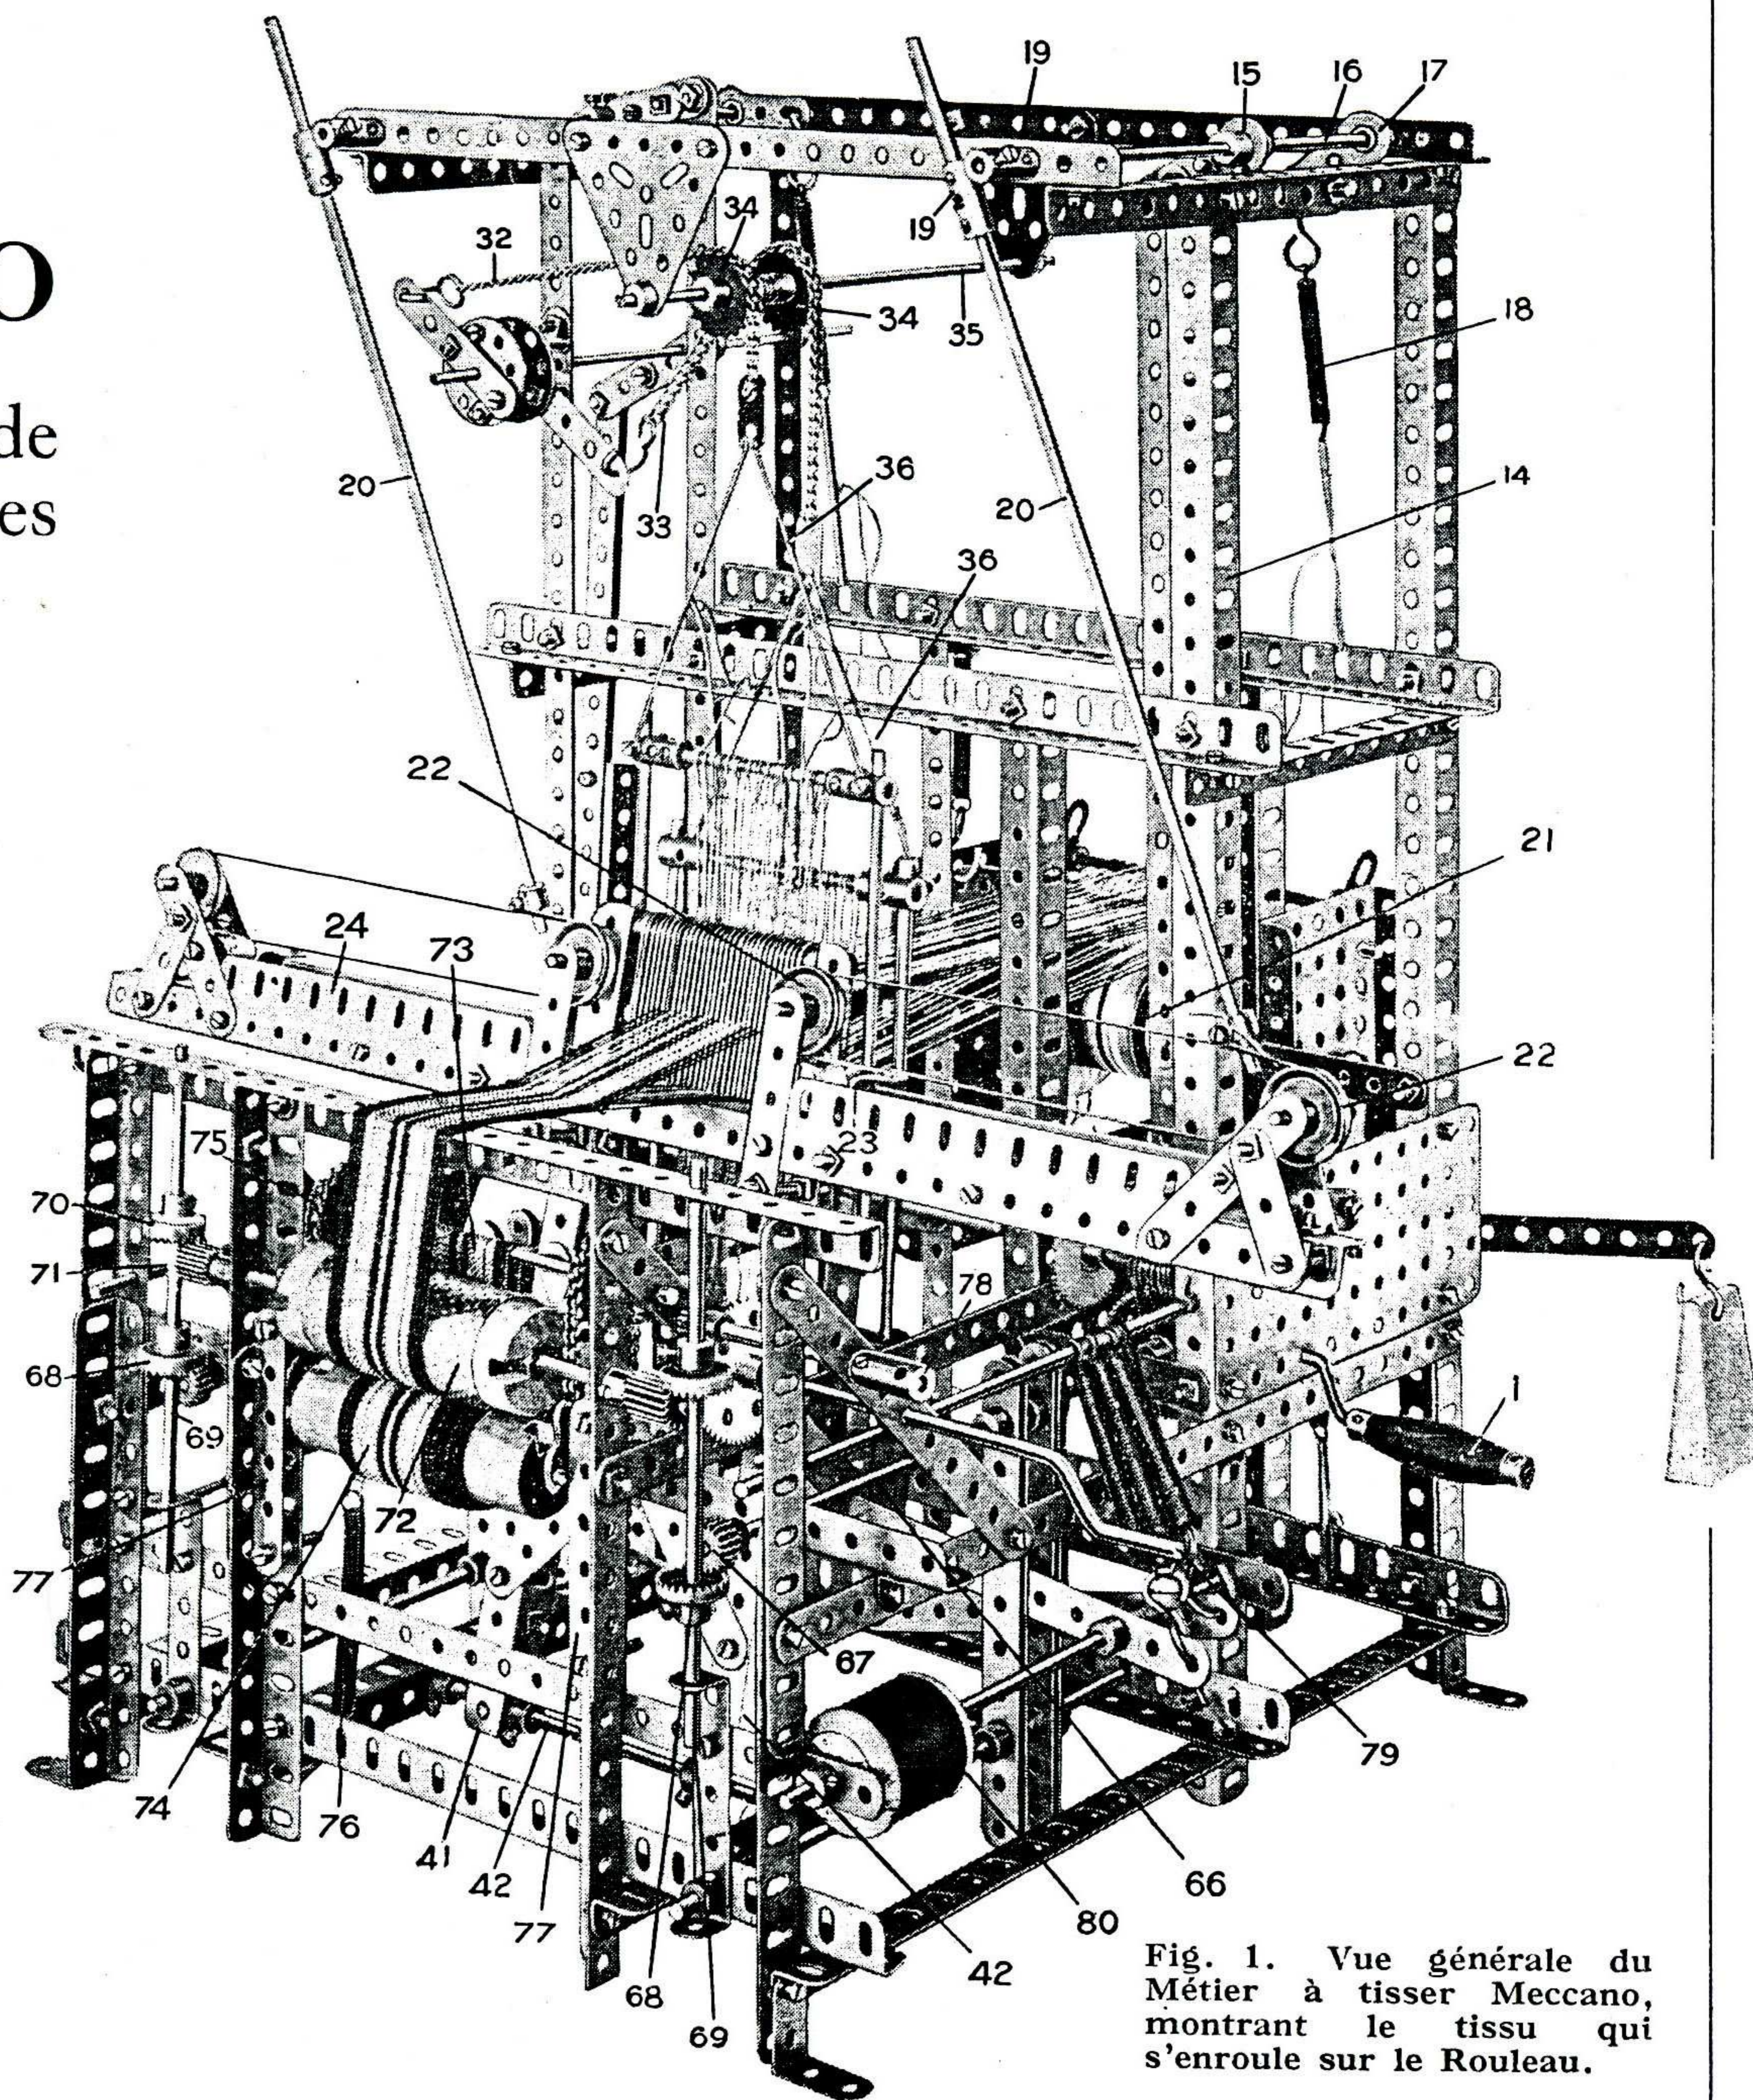
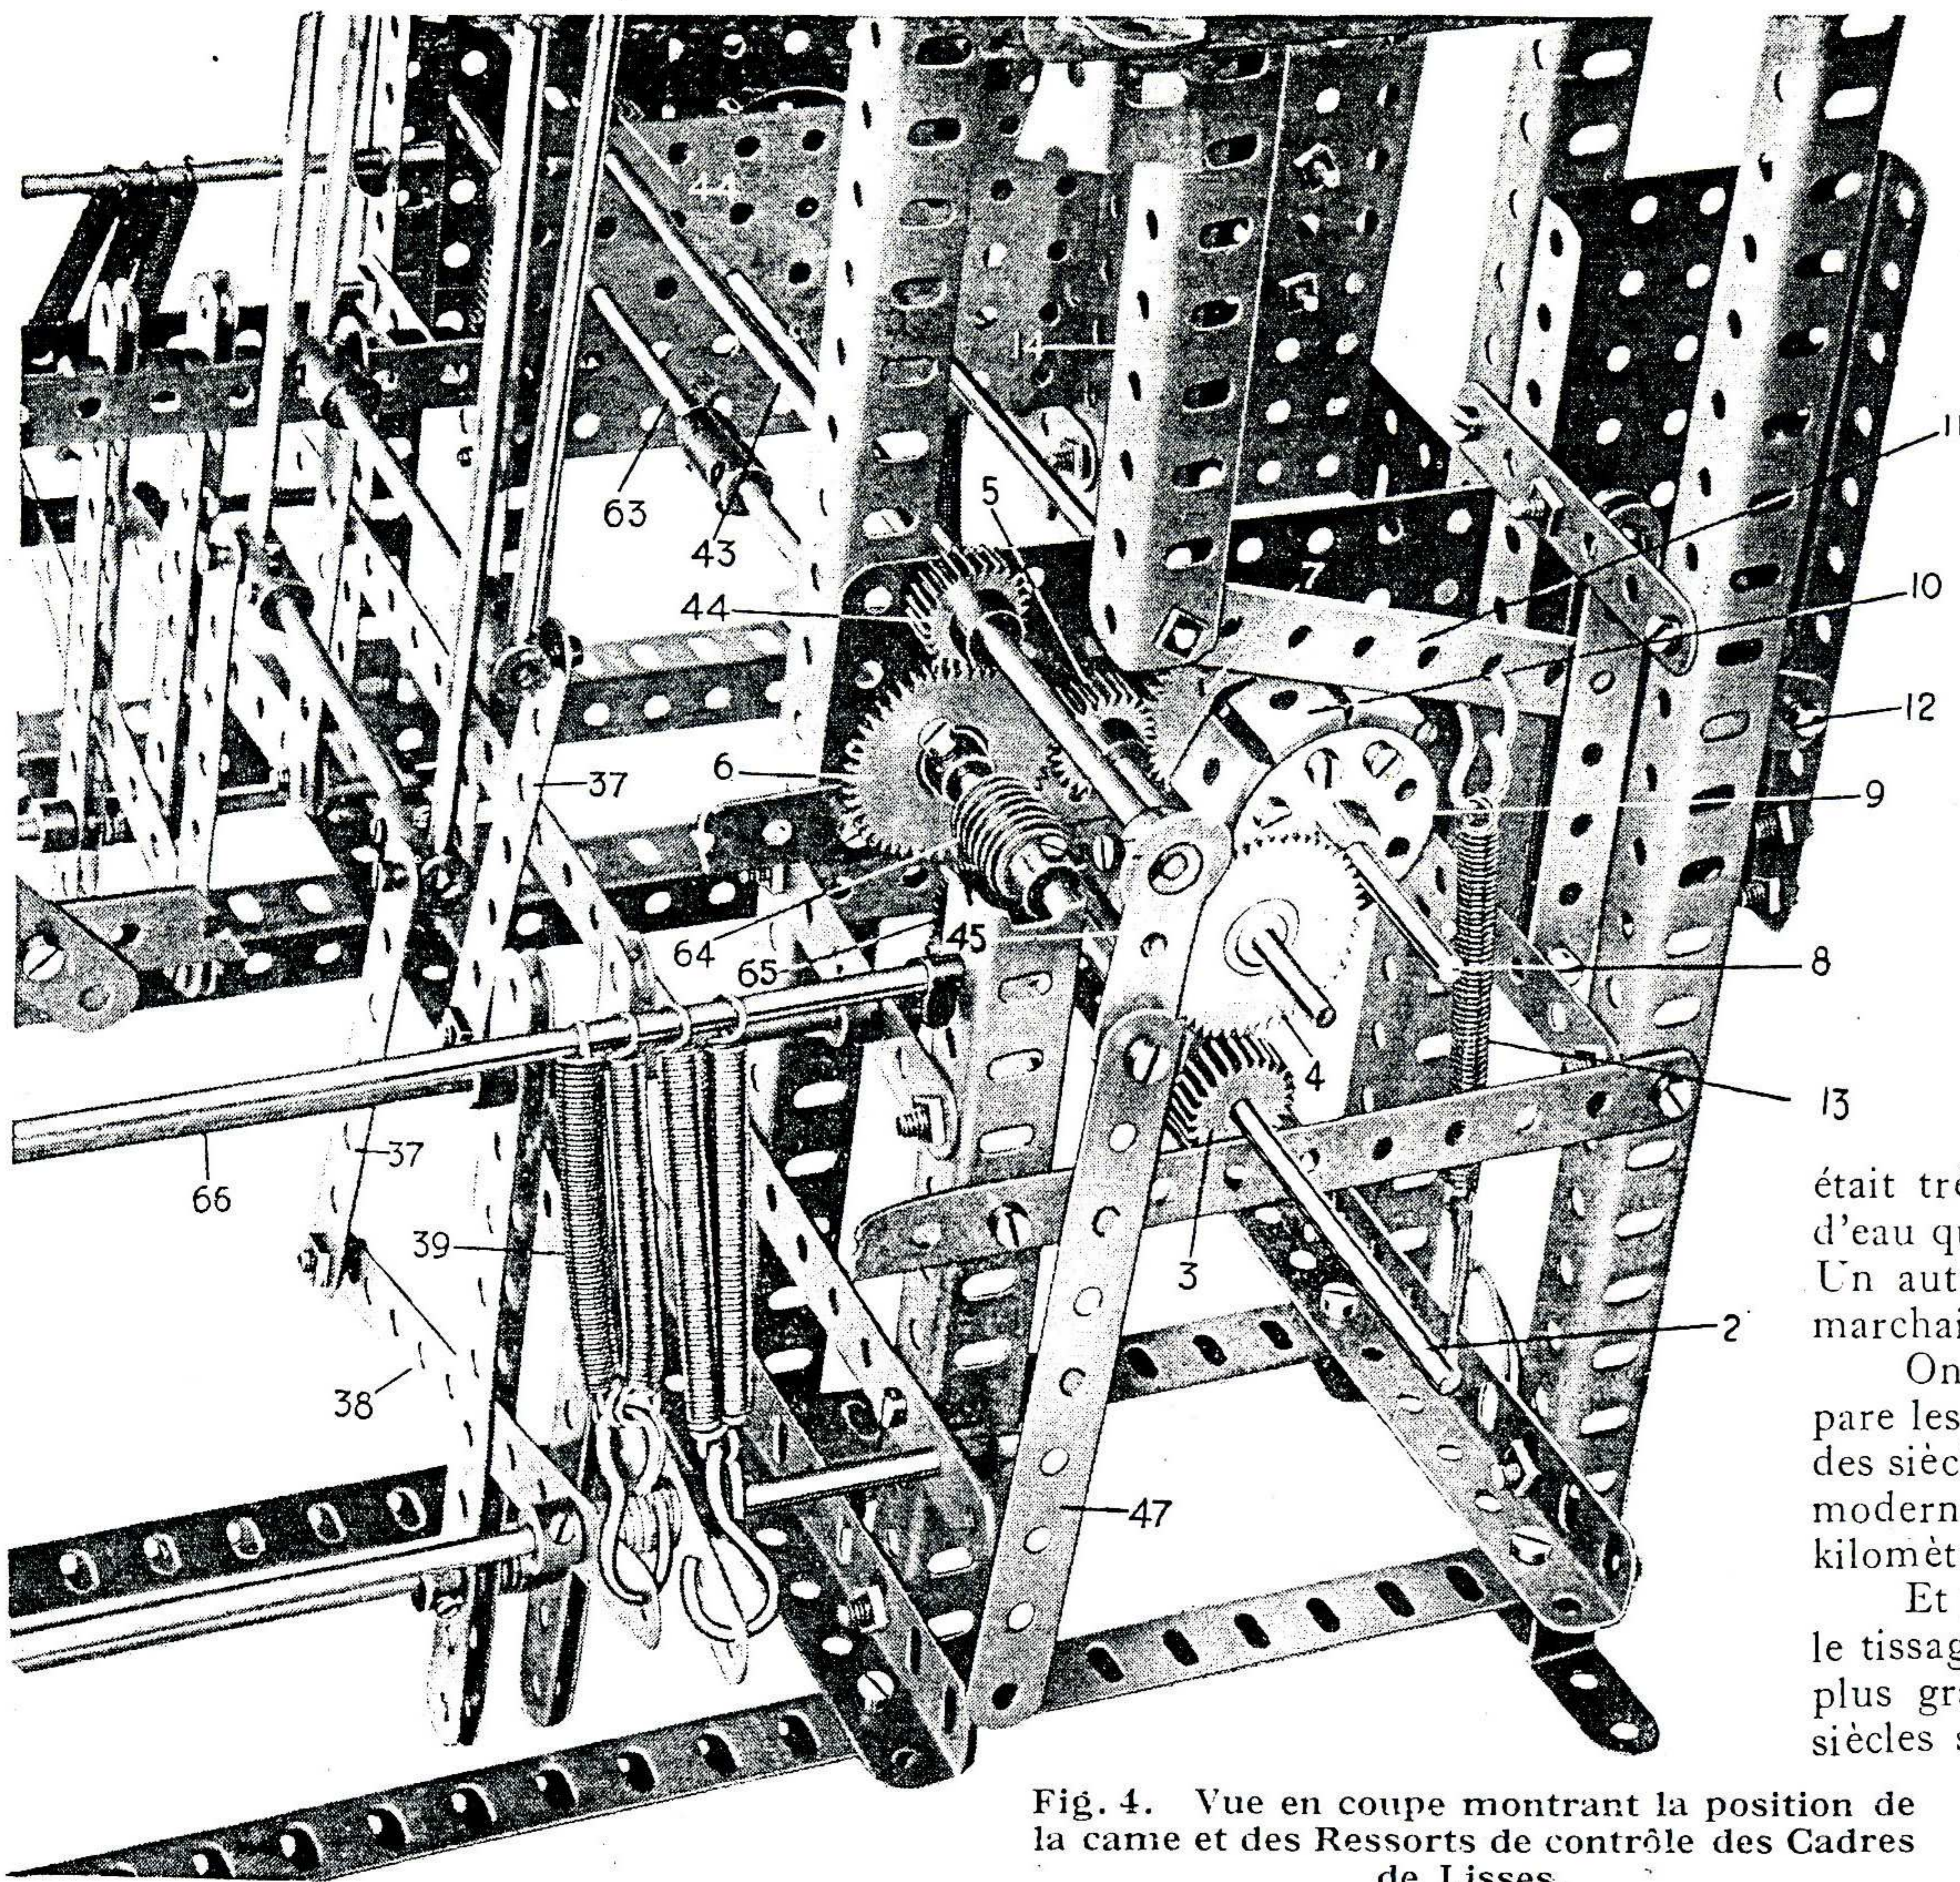
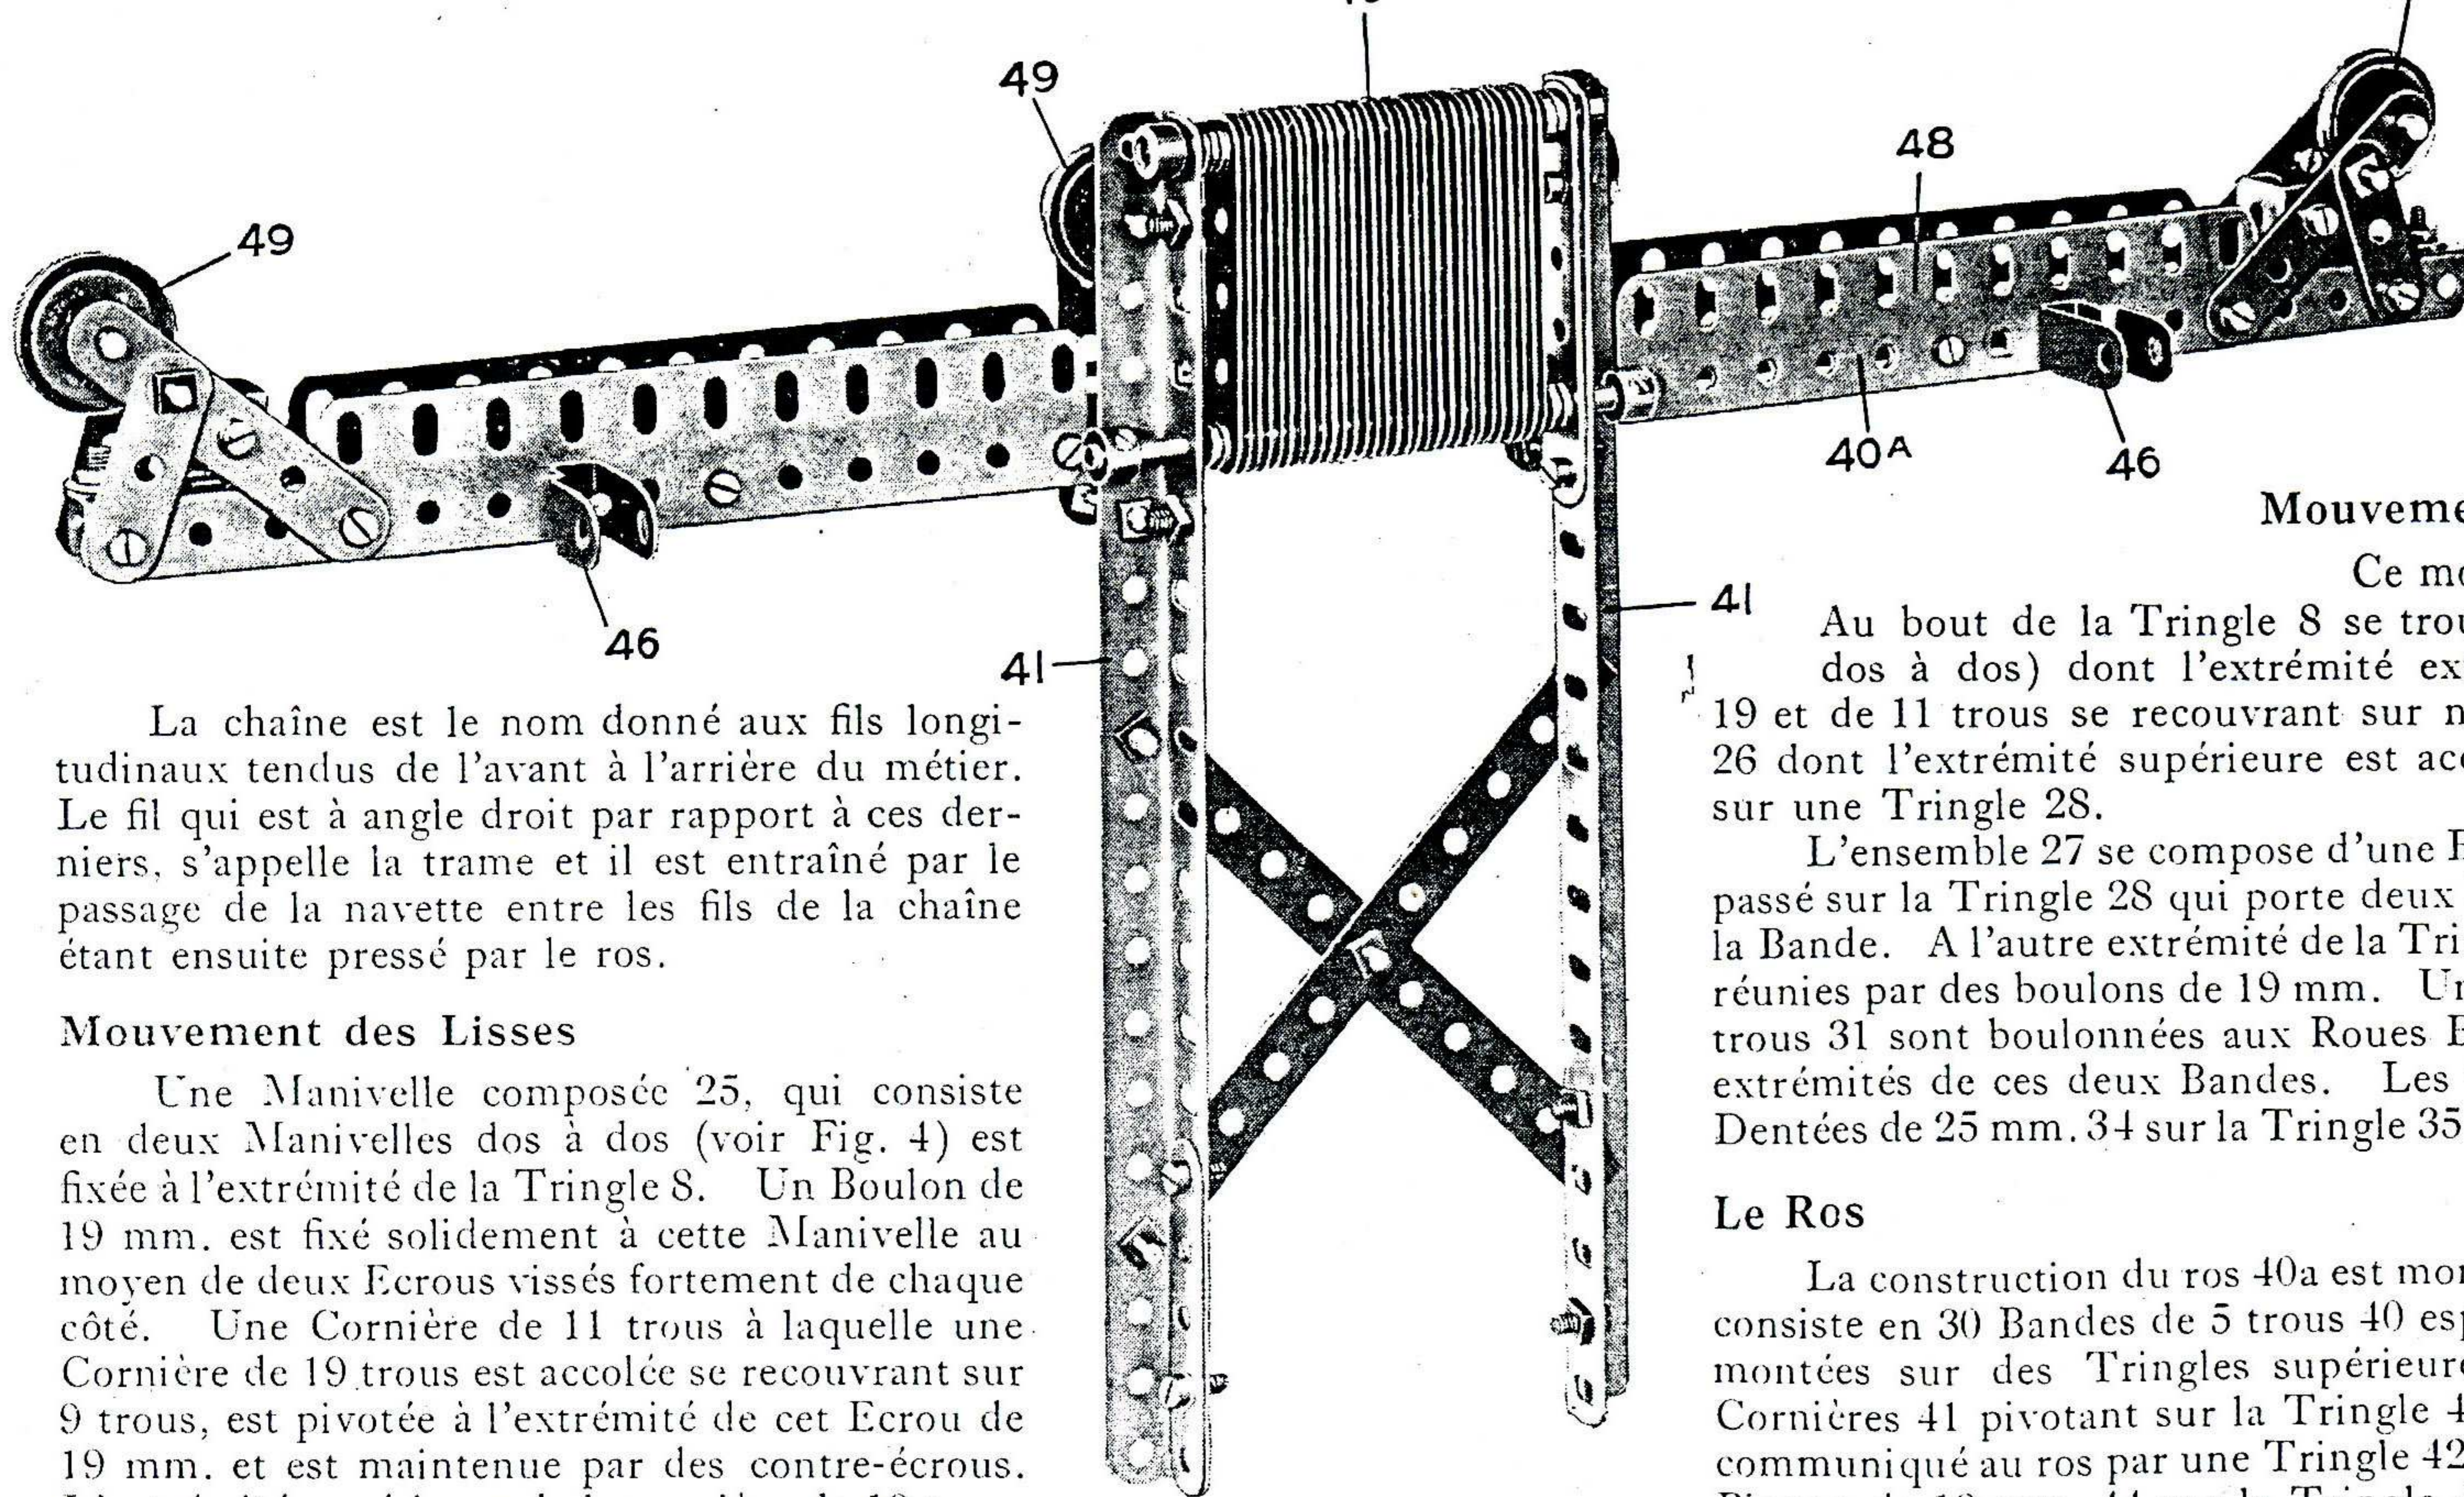
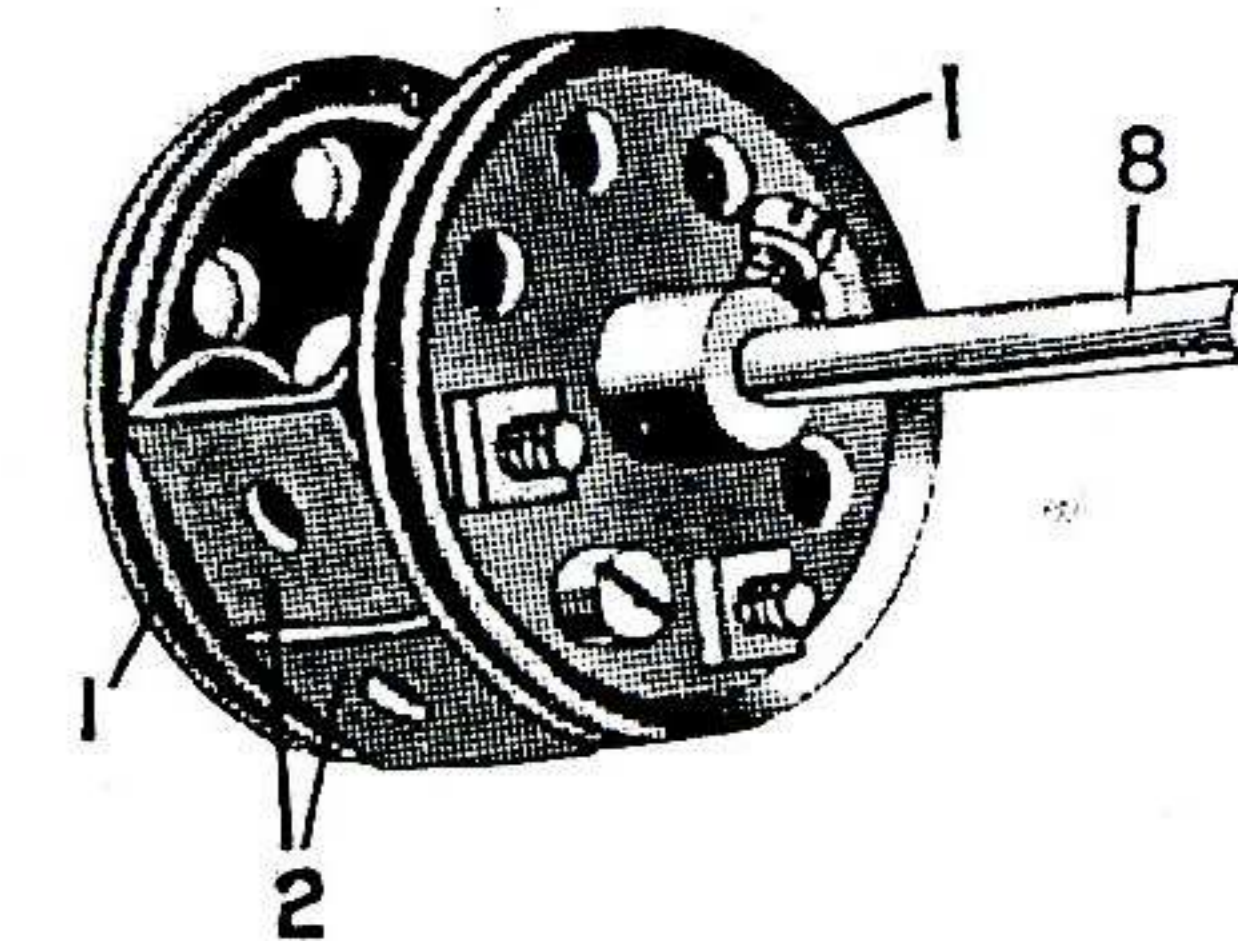

Fig. 1. Vue générale du Métier à tisser Meccano, montrant le tissu qui s'enroule sur le Rouleau.
Fig. 4. Vue en coupe montrant la position de la came et des Ressorts de contrôle des Cadres de Lisses.
Fig. 7. Le Ros et le Cadre du Peigne.
Fig. 9. Came pour actionner les Chasse-Navettes.
deux côtés du châssis étant semblables comme construction. Quand le châssis est terminé, commencez à placer le mécanisme Fig. 1 et 4. Dans la Fig. 4 certaines parties du châssis ont été enlevées pour mieux faire voir le mécanisme. Le moyeu 2 de la Manivelle 1 qui peut être munie, si on le veut, d'un manche en bois comme le montre la Fig. 1, porte un Pignon de 19 mm. qui engrène avec une Roue de 50 dents 4. Un autre Pignon de 19 mm. 5 sur le même moyeu que la Roue 4, s'engrène avec deux Roues de 50 dents 6 et 7 qui sont fixées sur des Tringles de 29 cm. qui occupent toute la largeur du châssis.
La Tringle 8 sur laquelle est monté l'engrenage 7 porte également de chaque côté du modèle une came 9, du type montré sur la Fig. 9. On remarquera que dans la Fig. 4 on a utilisé des Roues Barillet à cet effet, et dans la Fig. 9 des Poulies de 38 mm. On peut utiliser n'importe laquelle de ces deux pièces suivant la préférence pour la construction des cames.
Chacune de ces cames est constituée par deux Equerres Doubles 2 (Fig. 9) boulonnées entre les Poulies ou Roues Barillet 1, et ces dernières sont fixées aux Tringles de 29 cm. 8 (Fig. 4). Les Bandes de 11 trous (11) qui se reposent sur les cames 9, sont pivotées en 12 à deux Bandes à Double Courbure, boulonnées aux plaques à rebord de 14x6 à l'arrière du métier. Les Bandes 11 glissent entre deux Bandes verticales de 7 trous fixées à deux rondelles de distance l'une de l'autre et elles sont retenues par des ressorts qui les obligent à suivre les cames 9 et à communiquer aux Cornières verticales de 25 trous qui sont pivotées aux manivelles composées 15, un mouvement de montée et de descente. Ces manivelles composées consistent en deux Manivelles dos à dos, séparées par une bande de 4 trous. Les Tringles 16 auxquelles sont attachées ces Manivelles sont entraînées à répondre aux mouvements des cames par des
Cette opération est montrée dans la Fig. 4. Sur la Tringle 63 de l'Engrenage 6 sont montées deux vis sans fin 64 qui engrènent et actionnent deux roues de 57 dents 65 sur les Tringles 66. Les Pignons de 12 mm. 67 (Fig. 1) actionnent des roues de Champ de 19 mm. 68 sur les Tringles verticales 69. On doit remarquer également que les Roues de champ 68 sont fixées inversement. D'autres Roues de champ de 19 mm. 70 sur les Tringles 69 s'engrènent avec et actionnent des Pignons de 12 mm. 71 sur le rouleau sablé 72. Par suite de la démultiplication de la Vis sans fin 64 et des Engrenages 65, le mouvement lent d'enroulement est communiqué au Rouleau sablé, et la matière tissée, après avoir passé sur ce rouleau, passe de la Tringle 73 sur le rouleau en bois 74 sur lequel se roule le tissu. Ce Rouleau 74 est actionné par friction avec le Rouleau sablé et est gardé en contact avec ce dernier par le moyen de Chaînes Galles de chaque côté, lesquelles sont accrochées sur le moyeu du Rouleau 74 et gardé en tension par les Ressorts 76. Le moyeu du Rouleau inférieur 74 peut être éloigné du Rouleau sablé 72 pour permettre l'accroissement de diamètre du tissu en laissant passer les extrémités de sa Tringle entre les Bandes de 7 trous 77 et le châssis de la machine de chaque côté.
Une Manivelle composée 25, qui consiste en deux Manivelles dos à dos (voir Fig. 4) est fixée à l'extrémité de la Tringle 8. Un Boulon de 19 mm. est fixé solidement à cette Manivelle au moyen de deux Ecrous vissés fortement de chaque côté. Une Cornière de 11 trous à laquelle une Cornière de 19 trous est accolée se recouvrant sur 9 trous, est pivotée à l'extrémité de cet Ecou de 19 mm. et est maintenue par des contre-écrous. L'extrémité supérieure de la cornière de 19 trous est fixée à une Manivelle allongée 27 (deux Manivelles dos à dos avec une Bande de 5 trous entre elles) fixée sur une Tringle de 20 cm. 28.
La construction du ros 40a est montrée clairement sur la Fig. 7. Le peigne consiste en 30 Bandes de 5 trous 40 espacées l'une de l'autre par des Rondelles montées sur des Tringles supérieures et inférieures et supportées par des Cornières 41 pivotant sur la Tringle 42. Un mouvement de balancement est communiqué au ros par une Tringle 42 (Fig. 4) actionnée par l'Engrenage 6, un Pignon de 19 mm. 44 sur la Tringle 43 étant en prise avec l'Engrenage 6.
Sur les deux extrémités de la Tringle 43 se trouvent des Manivelles fixes 45, fixées aux Bandes à simple courbure 46, elles-mêmes montées (Fig. 4) sur le ros au moyen de Bandes de 9 trous 47. Dans la Fig. B on voit la Bande la plus proche détachée. Les côtés du ros sont composés de Poutrelles plates de 11 trous 48 et les Poulies 49 sur lesquelles passent les cordes de la navette sont montées comme dans la Fig. 1. La navette passe d'un côté à l'autre du ros qui la supporte et la guide dans son parcours et est poussée par les chasse-navettes. Le peigne fixé au ros avance avec lui après chaque traversée de la chaîne par la trame.
Pour compenser la tension diminuée dans les fils de la chaîne due au mouvement des lisses, les fils de la chaîne venant du rouleau 50 (Fig. 9) passent sous la Tringle 51 et sur une autre Tringle